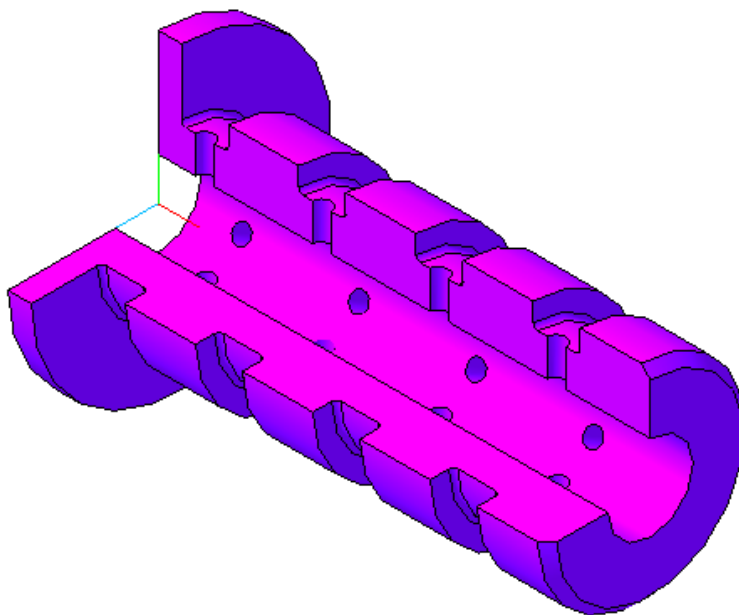

Рис. 107
**Задание.** Выполните пространственную модель и чертеж детали «Втулка», рис. 107, 108.
- Из меню **Вид** выберите **Скрыть конструктивные оси**. Выполните вырез, рис. 107, отредактируйте свойства детали.